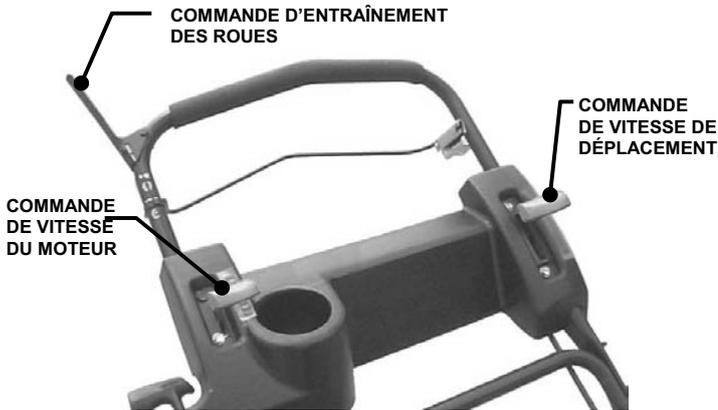

FIGURE 2.5
1. Amenez la commande de vitesse au sol sur la vitesse désirée. Voir figure 2.5.
**IMPORTANT :** La tondeuse doit être immobilisée avant de procéder au réglage de la vitesse au sol. Voir figure 2.5.